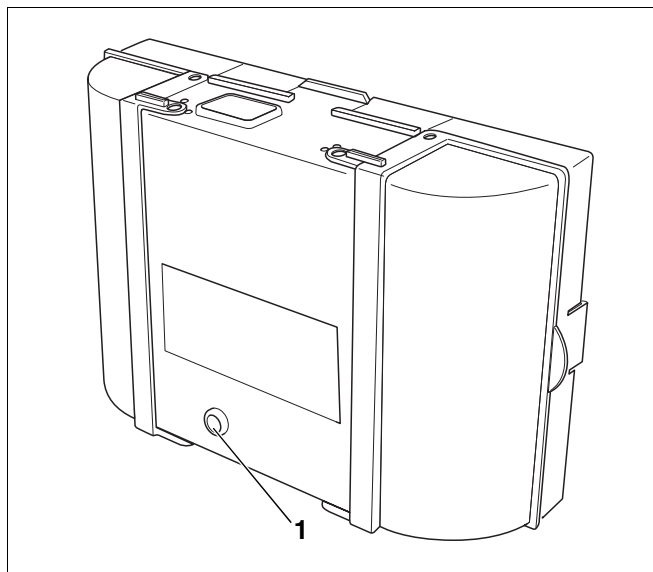

Abb. 18 SAFe 10 Entstörtaster mit LED
- Entstörtaster (Abb. 18, **Pos. 1**) länger als eine Sekunde drücken (entriegeln). Nach ca. fünf Sekunden geht der Brenner in den Anfahr- bzw. Betriebsmodus.